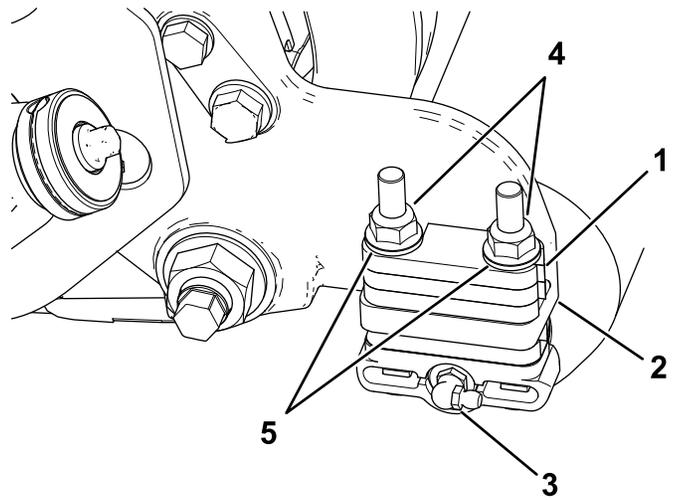

图 3
- 从滚刀组的滚筒刷架一侧拆除滚筒的黄油嘴图 3。
- 拆下将每个滚筒支架固定到每个侧板的 2 个凸缘锁紧螺母和 10 个垫圈以及位于侧板安装法兰顶部的所有 6mm 隔片图 3。